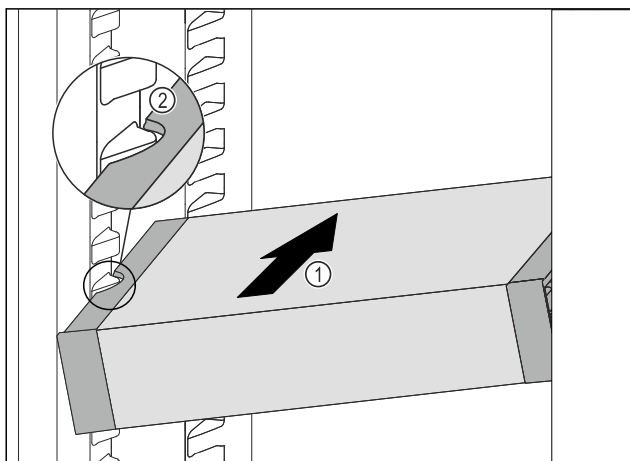

Fig. 107
- Zasuňte VarioSafe do chladničky pod úhlem tak Fig. 107 (1), aby vybrání na bocích Fig. 107 (2) VarioSafe byla na úrovni žebrování na nádoby v chladničce.